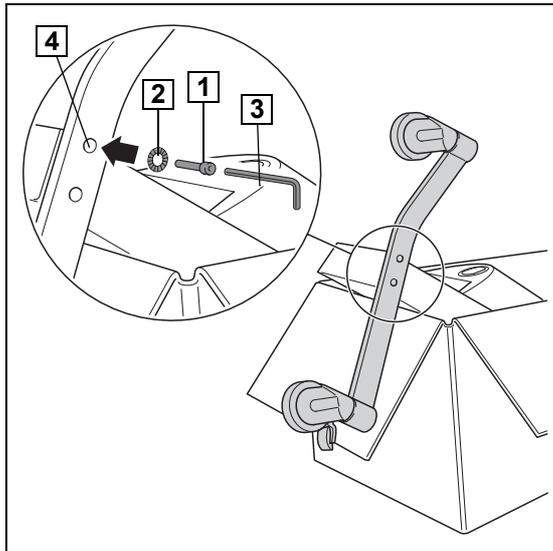

Fig. 7: Fußgestelle befestigen
- ☒ Grünen Punkt des Fußgestells (1) auf grünen Punkt des Grundgeräts (2) auflegen.
- ✓ Der längere Teil des Fußgestells (3) zeigt in Richtung Fußboden.
- ☒ Fußgestell vormontieren (▶▶ Fig. 7).